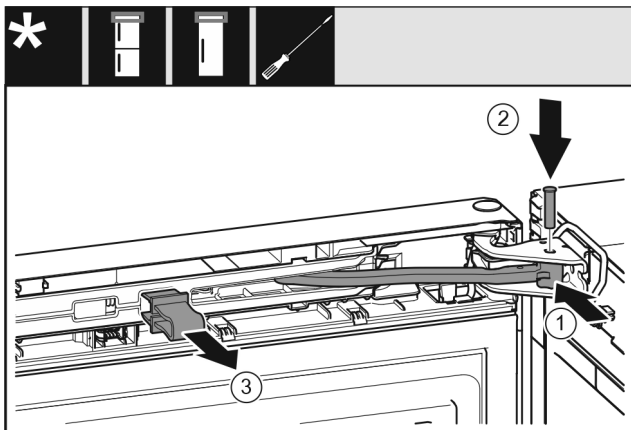

Fig. 30
- ▶ Obrócić przegub w płytce zawiasu Fig. 30 (1).
- ▶ Umieścić sworzeń Fig. 30 (2) w płytce zawiasu i przegubie. Zwrócić przy tym uwagę, aby krzywka zatrzaskowa została prawidłowo umieszczona w rowku.
- ▶ Zdjąć zabezpieczenie Fig. 30 (3).